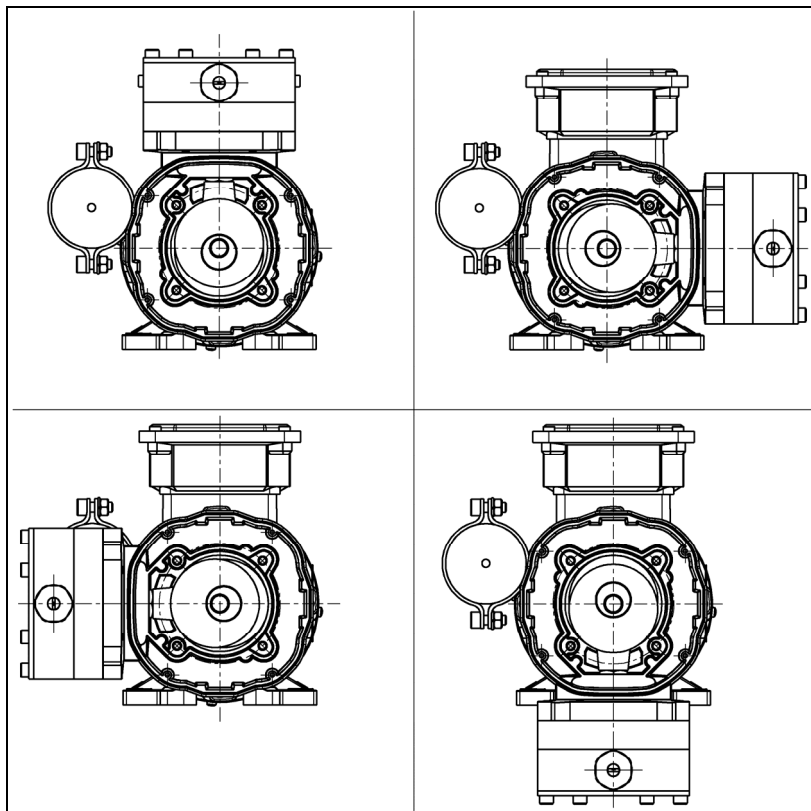

Fig. 8: Einbaupositionen des Kompressorgehäuses
- i** Das Kompressorgehäuse lässt sich in 90° Schritten, in Relation zum Motor, komplett um die eigene Achse drehen (siehe Fig. 8).